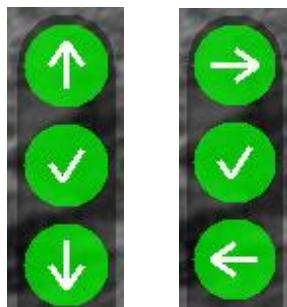

Рисунок 5 – Примеры индикатора назначения кнопок
- Индикатор назначения кнопок** – индикатор, подсказывающий пользователю назначение каждой отдельной кнопки (3-5) при выполнении какого-либо действия в выбранном режиме (см. рис.5). Данный индикатор появляется **только** в случаях, установленных ПО (например, при вводе выверки прицельной сетки).